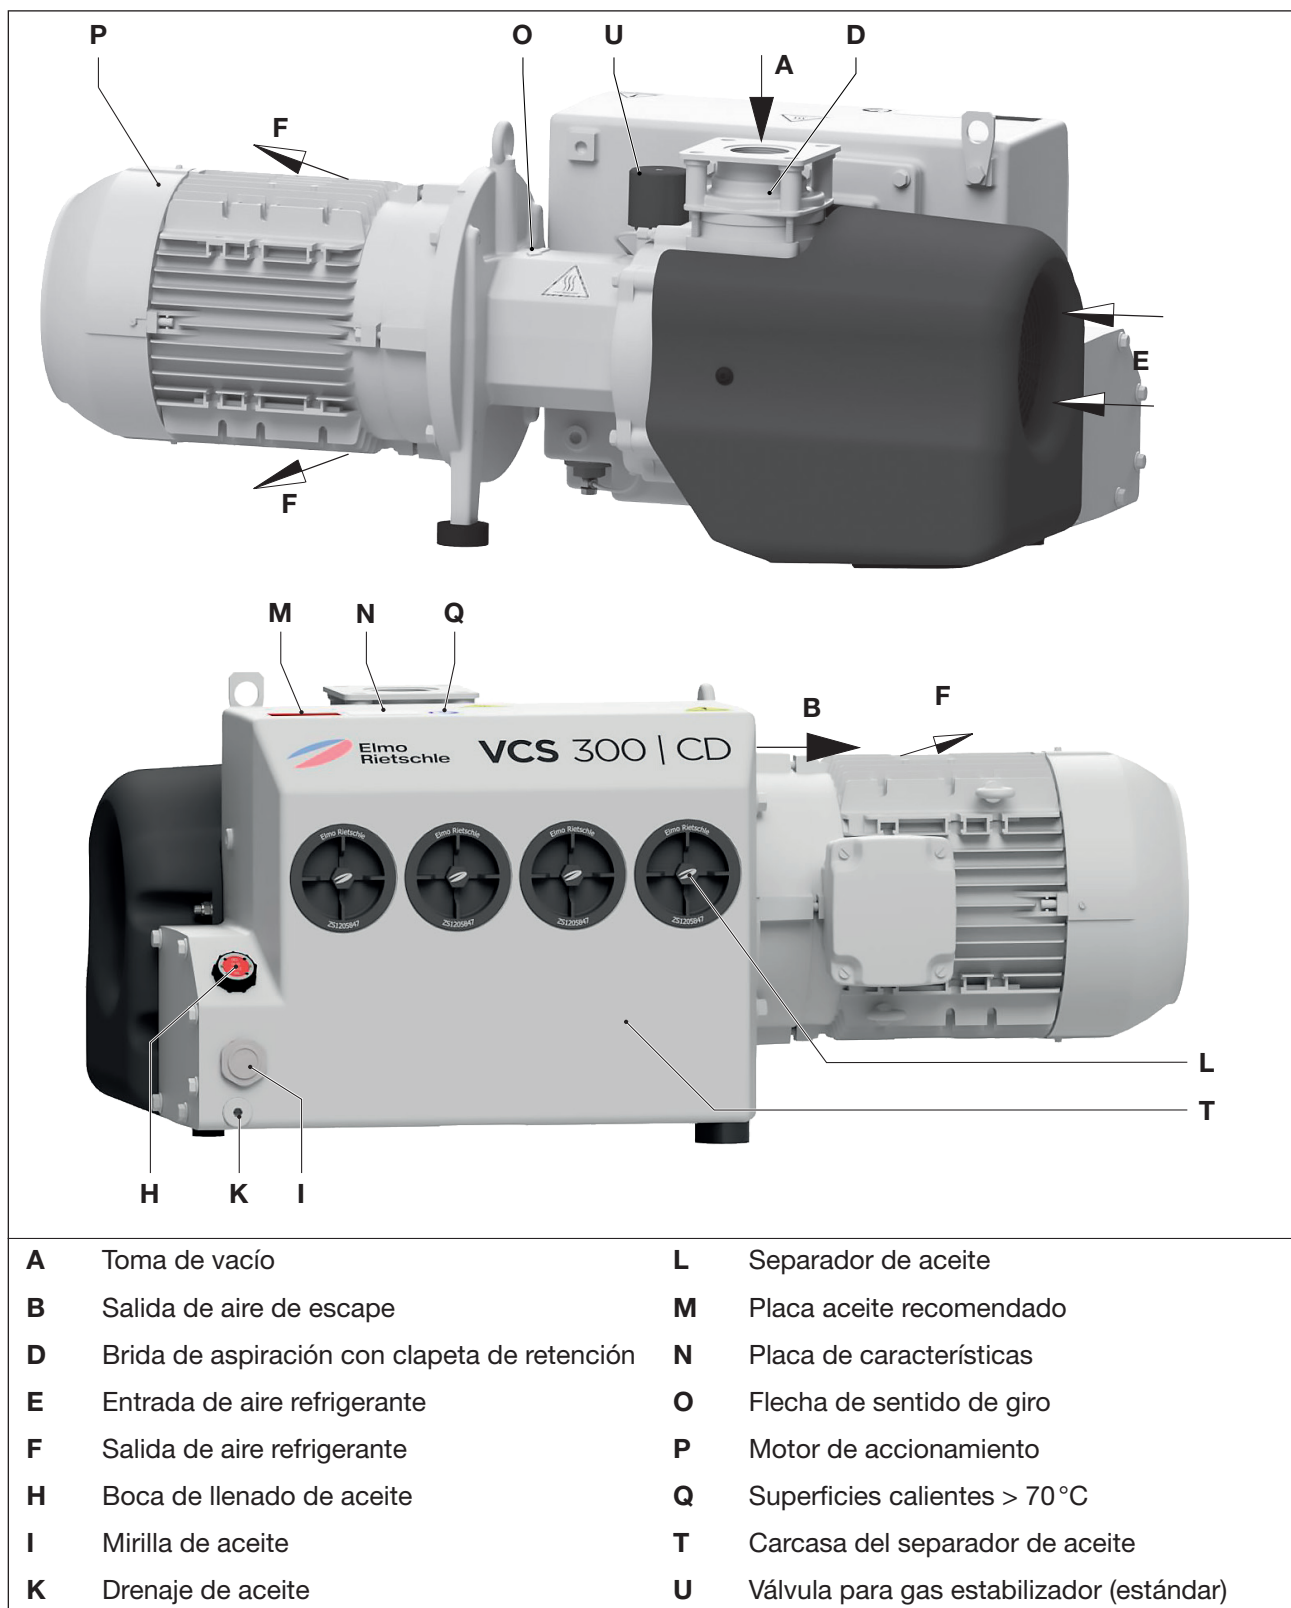

Fig. 2 Bomba de vacío V-VCS 200 / 300
Una válvula de serie para gas estabilizador (Fig. 2/U) evita la condensación de pequeñas cantidades de vapor de agua en el interior de la bomba mientras esta aún está caliente. La compatibilidad con vapor acuoso puede variar según cada modelo de bomba (véase la hoja informativa I200).
- La brida de aspiración (Fig. 2/D), la boca de llenado de aceite (Fig. 2/H), la mirilla de aceite (Fig. 2/I), el drenaje de aceite (Fig. 2/K), la válvula del gas estabilizador (Fig. 2/U) y la carcasa del separador de aceite (Fig. 2/T) deben ser fácilmente accesibles.
La conexión de vacío (Fig. 2/A) se encuentra en la brida de aspiración (Fig. 2/D).
- Retirar los tapones ciegos de la conexión de aspiración (Fig. 2/A) y de la salida del aire de escape (Fig. 2/B).
- Conectar la tubería a la conexión de vacío (Fig. 2/A).
- El aire aspirado puede expulsarse por la salida del aire de escape (Fig. 2/B) o a través del tubo flexible o la tubería.
- Comprobar el nivel de aceite lubricante a través de la mirilla del aceite (Fig. 2/I) y, en caso necesario, añadir más.
- Cargar el aceite lubricante (para consultar los tipos adecuados véase el capítulo 7.6 «Aceite lubricante») en la boca de llenado de aceite (Fig. 2/H) hasta el borde superior de la mirilla (Fig. 2/I).